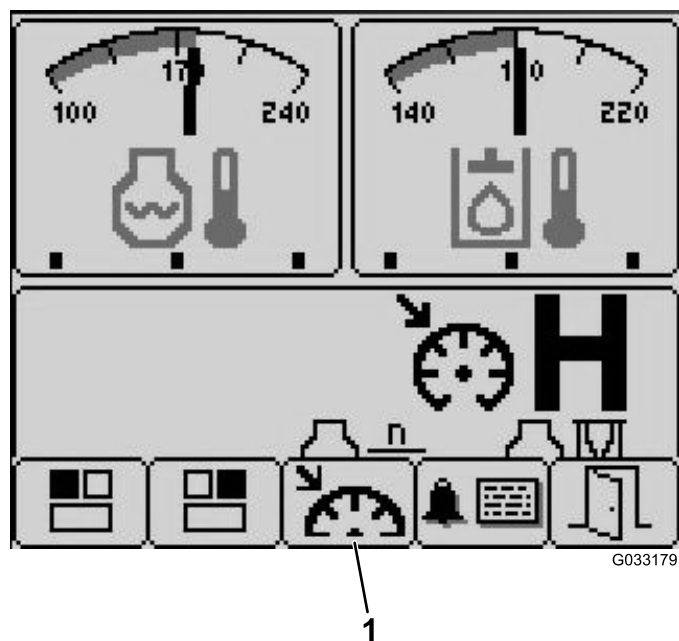

Figure 28
3. Appuyez sur le bouton n° 3 pour accéder à l'écran Cruise Control (régulateur de vitesse) (Figure 28).